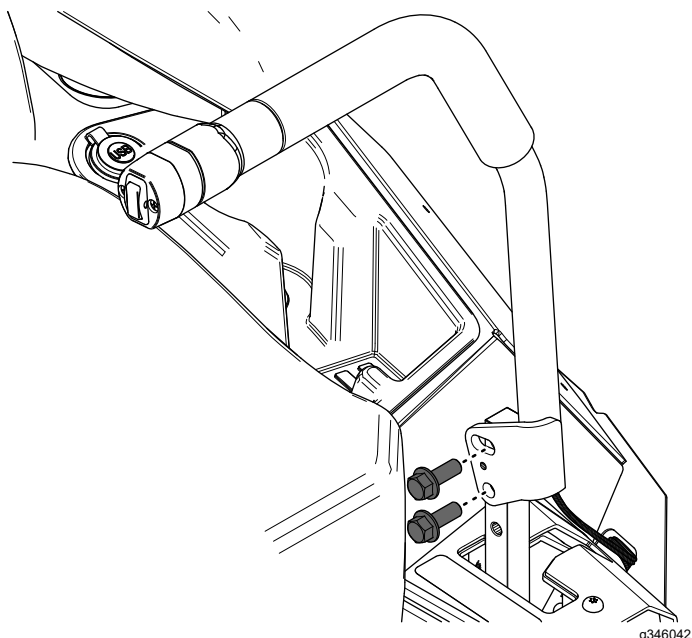

Figura 7
1. Prenda a nova alavanca esquerda de controlo de movimento utilizando os dois parafusos de cabeça flangeada (¾ pol. x 1 pol.) como se mostra na Figura 7.